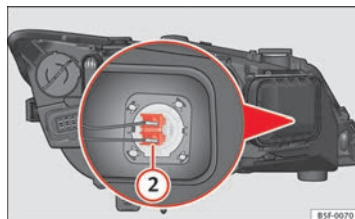

Fig. 186 Lâmpada da luz de máximos
- Pressione a parte lateral do conector ⇒ Fig. 186 ② para a esquerda ou para a direita e puxe.